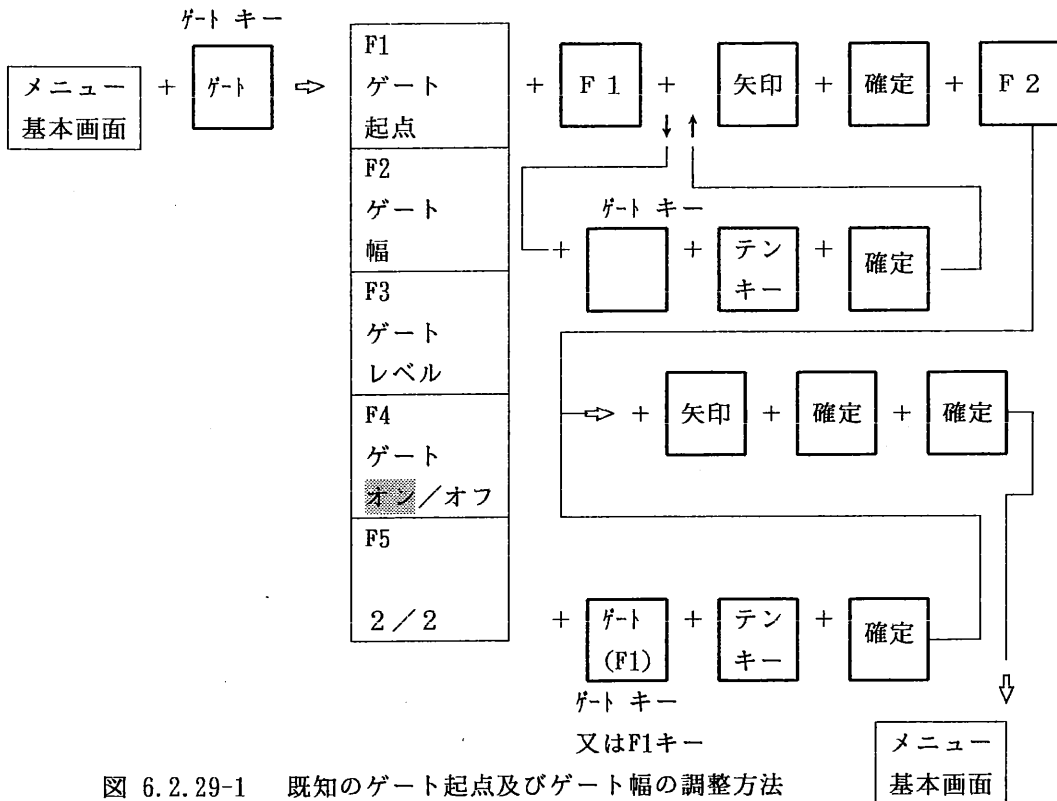

図 6.2.29-1 既知のゲート起点及びゲート幅の調整方法
- ① 機能キー〔ゲート〕を1回押して、メニューエリアに図 6.2.29-1 のゲートメニューを表示させます。
- ② 選択キー〔F1〕で〔ゲート起点〕を選択します。
- ③ 続いて探傷図形を観察しながら矢印キーでゲート起点の位置を調整します。
- ④ ゲート起点が既知の場合は、もう1回機能キー〔ゲート〕を押して、テンキーモードで予め判明している数値をテンキーで入力します。